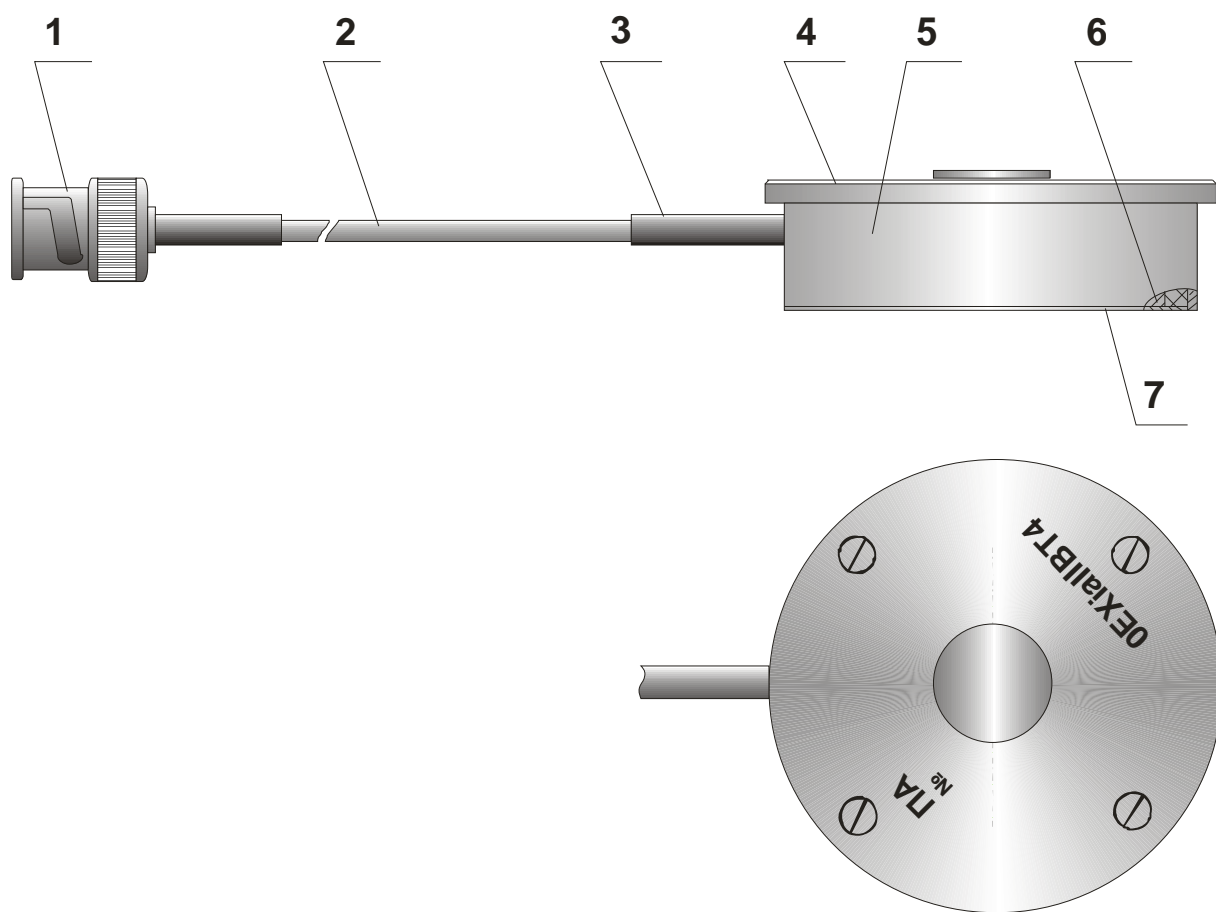

Рис. 3 Преобразователь ПА:
1.5.2.2 Конструкция преобразователя ПА показана на рис.3.